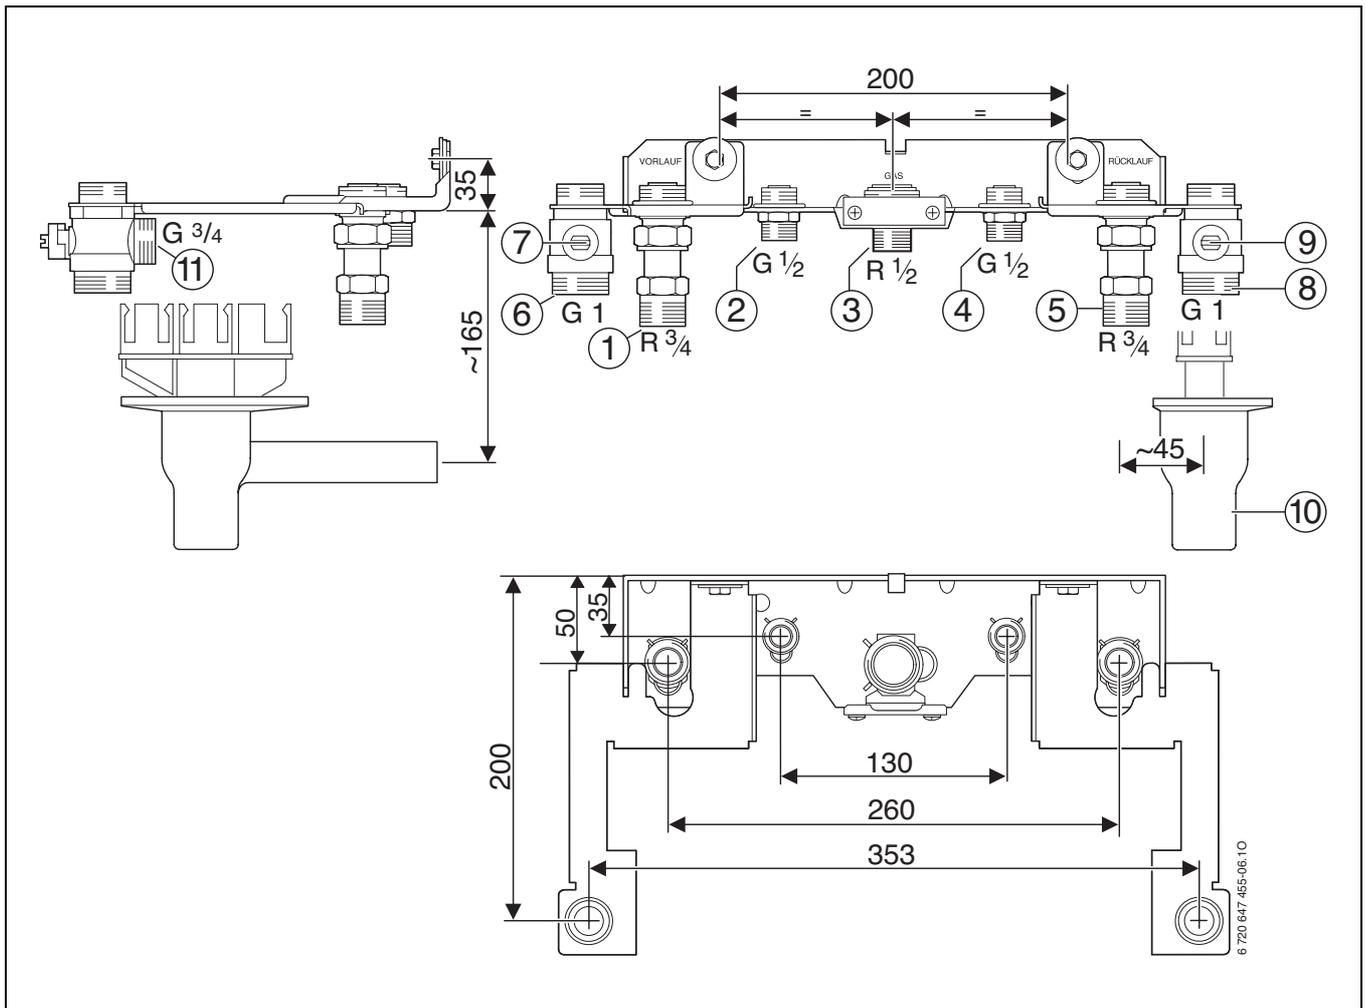

Fig. 11 Esempio: piastra di collegamento per il montaggio U-MA con collegamenti per l'accumulatore inerziale
- Collegare il vaso d'espansione direttamente alla mandata dell'accumulatore inerziale (→ fig. 11, [11], pag. 21).